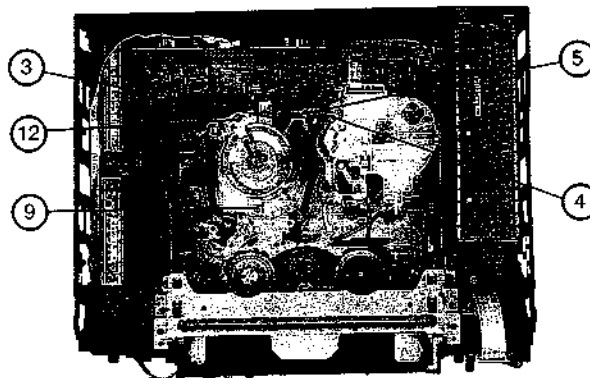

fig. 6
1) AUSTAUSCH DER TROMMELANTRIEBSEINHEIT: (Abb. 6)
1) REPLACEMENT OF THE DRUM MOTOR: (fig. 6)